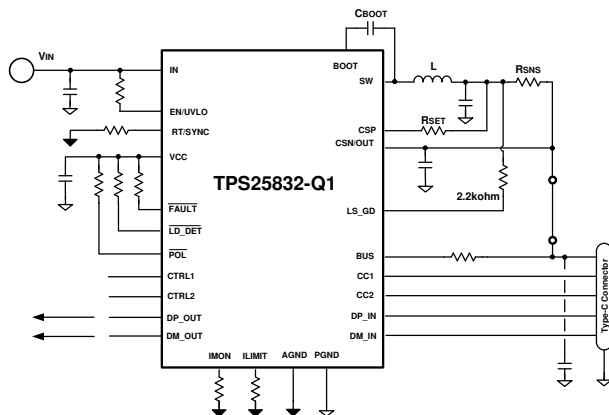
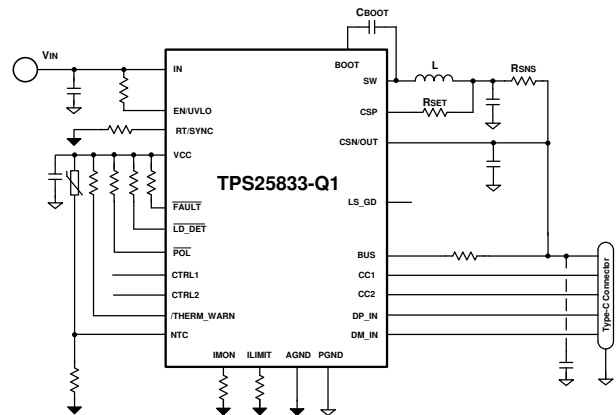

图 55. TPS25832-Q1 Buck Average Current Limit
图 56. TPS25833-Q1 Buck Average Current Limit
- Buck Average Current Limit 图 55, 图 56: